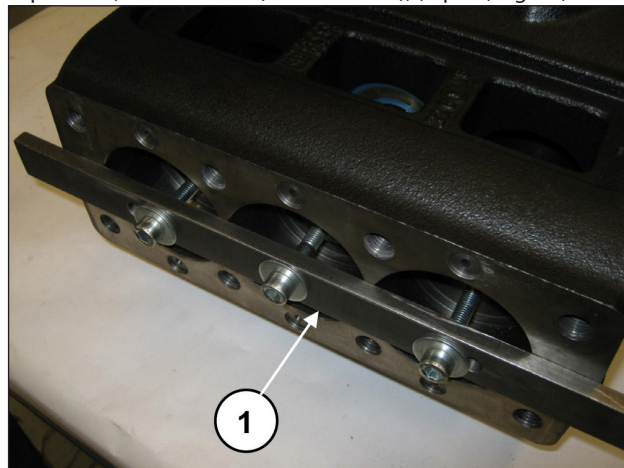

Fig. 19
Pousser à fond les demi-bielles dans la direction de la partie hydraulique pour faire ressortir le vilebrequin. Pour faciliter l'opération, utiliser l'outil (réf. 27566200), (rep. ①, Fig. 19).